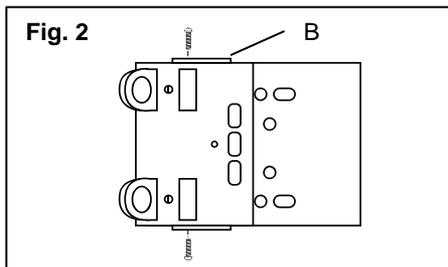

Fig. 2
2. Placez les **ensembles porte-lampe** dans les fentes à la fin du canal. (Fig. 2)
3. Insérez les **languettes (B)** de chaque **ensemble piste** dans les fentes correspondantes du **corps de l'appareil**. (Fig. 2)
4. Montez les **ensembles porte-lampe** sur le **corps de l'appareil** à l'aide de deux **vis d'assemblage**; un de chaque côté de le **ensemble**. (Fig. 2)